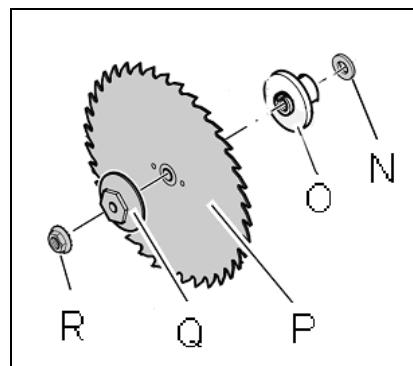

Fig 16
Retirer l'écrou (R, Fig 16) et la flasque de tension (Q).